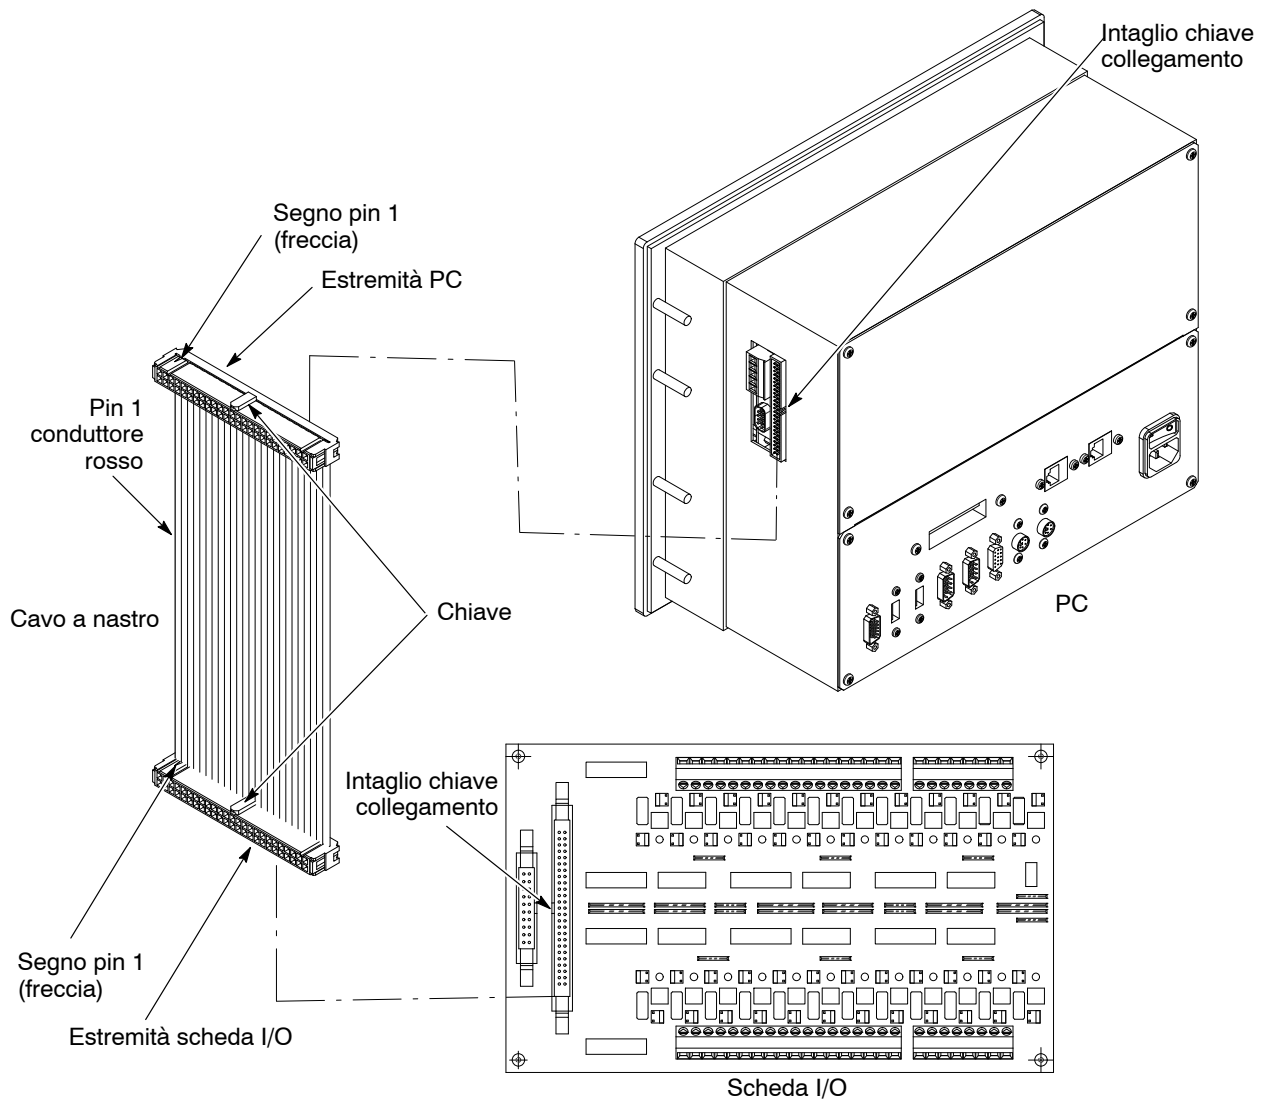

Figura 5-4 Collegamenti del cavo a nastro della scheda I/O computer
3. Vedi figura 5-4. Con il PC viene fornito un nuovo cavo a nastro. Usarlo per collegare il PC al modulo d'ingresso digitale.